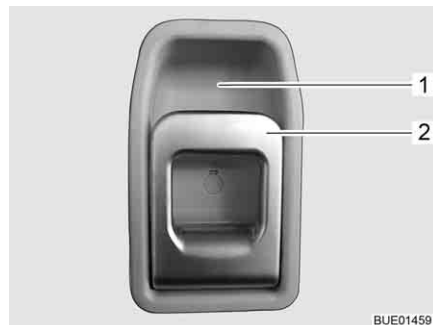

Fig. 47 Serrure de la porte cellule, à l'intérieur
- Tirer sur la poignée (Fig. 47,2). La serrure de la porte est déverrouillée.
- Appuyer sur la poignée (Fig. 47,2) en haut en direction de l'évidement (Fig. 47,1) dans lequel elle repose.